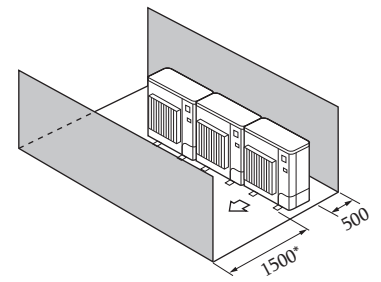

Fig. 2-16
- ④ Շրջապատող իրեր՝ միայն առջևից և հետևի մասում (Fig. 2-16)